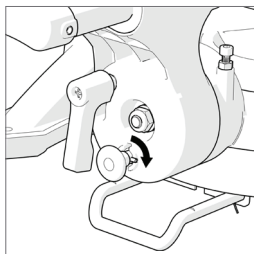

Рис. 35
- Поверните штифт на ¼ оборота (**рис. 35**).